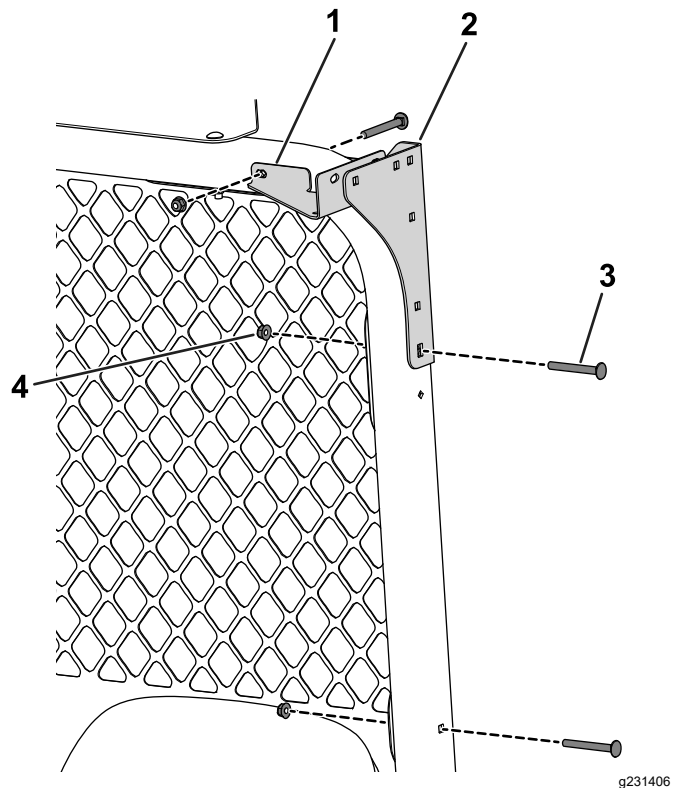

Figura 34
6. Utilice 4 pernos de cuello cuadrado (5/16" x 2¾") y 4 tuercas (5/16") para sujetar los soportes traseros y las chapas de unión traseras a la barra antivuelco (Figura 34).
7. Utilice 2 pernos de cuello cuadrado (5/16" x 2¾") y 2 tuercas (5/16") para sujetar la rejilla trasera a la barra antivuelco (Figura 34).